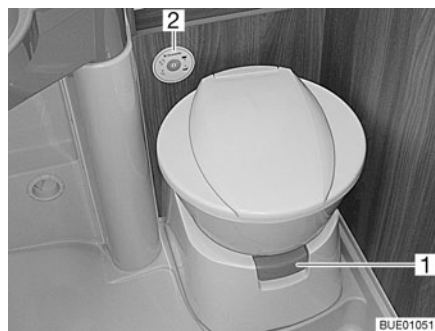
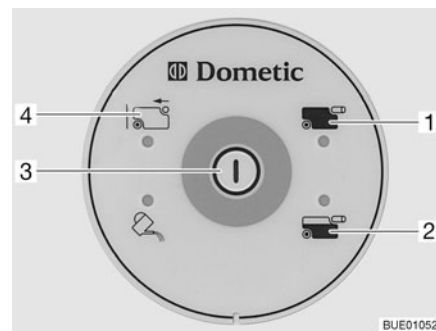

Fig. 230 Cuvette des toilettes avec unité de contrôle et de commande
Fig. 231 Unité de contrôle et de commande toilettes
Faire couler un peu d'eau dans la cuvette des toilettes avant de s'en servir. Appuyer pour ce faire sur le bouton de la chasse d'eau (Fig. 231,3) sur l'unité de contrôle et de commande (Fig. 230,2).
- Avant d'actionner la chasse d'eau, ouvrir le curseur des toilettes. Tirer pour cela sur le levier du curseur (Fig. 230,1).
- Pour actionner la chasse d'eau, appuyer sur le bouton (Fig. 231,3).
Le voyant de contrôle (Fig. 231,2) s'allume lorsque le réservoir pour matières fécales est au 3/4 plein.
Le voyant de contrôle (Fig. 231,1) s'allume lorsque le réservoir pour matières fécales doit être vidé.
- Ouvrir le curseur. Tirer pour cela sur le levier du curseur (Fig. 230,1).
- Enfoncer le levier du curseur (Fig. 230,1). Le curseur se ferme. Pour la vidange il **faut** que le curseur des toilettes soit fermé.
- Extraire et vidanger le réservoir pour matières fécales comme indiqué dans les paragraphes 11.8.5 et 11.8.6. Sur l'unité de contrôle et de commande est allumé l'indicateur "Réservoir pour matières fécales retiré" (Fig. 231,4).